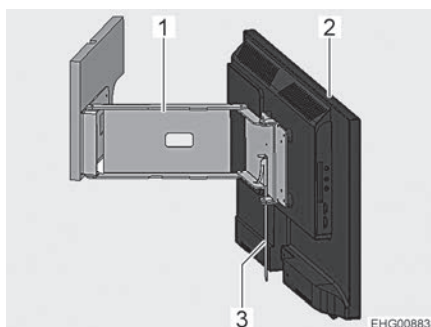

Fig. 95 Pantalla plana en brazo articulado
- Tirar de la palanca (Fig. 95,3). El brazo articulado (Fig. 95,1) estará desbloqueado.
- Girar la pantalla plana (Fig. 95,2) a la posición deseada.